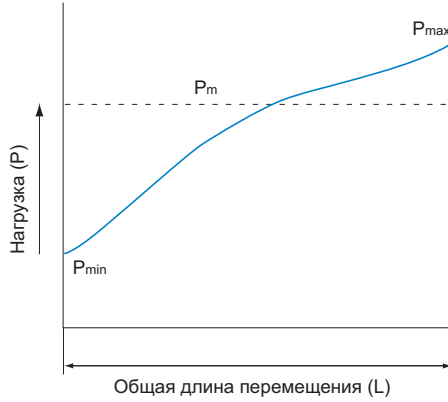

Рис.3
Поскольку нагрузка монотонно изменяется, как показано на Рис.3 на **В3-23**, рассчитайте среднюю нагрузку по формуле (13) на **В3-23**.